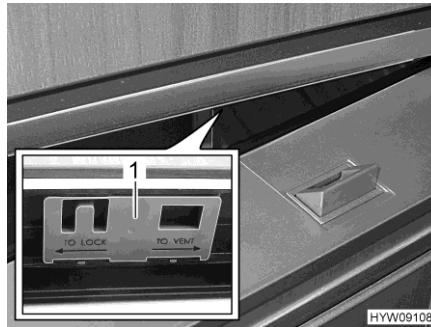

Bild 124 Kylskåpsdörr (ventilationsläge)
- Skjut spjället (Bild 124,1) åt höger.